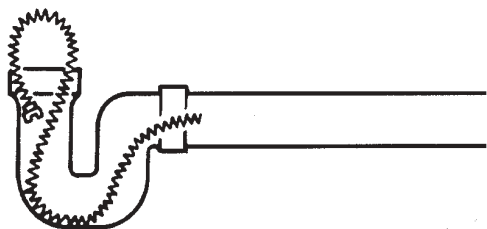

Figure 6 – Bouclage du câble dans la canalisation
- Arrimez le câble en le bouclant dans la canalisation (Figure 6). Cette méthode s'applique surtout au curage des canalisations à forte pente.